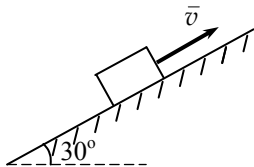

Рис. 9
14. Материальная точка массой m поднимается по плоскости без трения под углом $\alpha = 30^\circ$ под действием силы Q , сонаправленной движению точки (рис. 9). Запишите дифференциальное уравнение движения материальной точки.